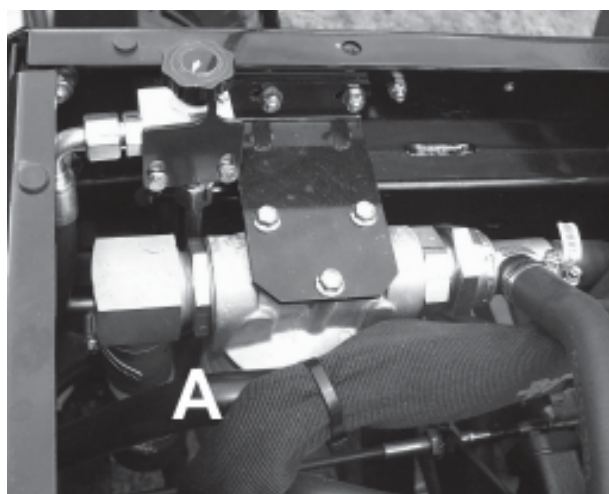

Fig. 6
Cambio del filtro dell'olio idraulico (A)(Fig.6)